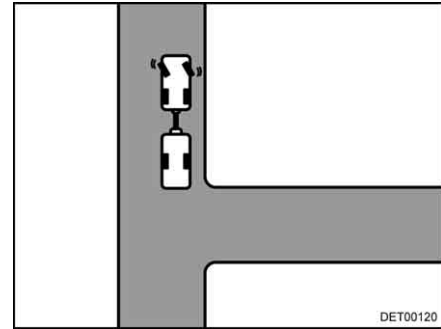

Fig. 15 Braquer à gauche
- Braquer à gauche quand l'attelage est arrêté (Fig. 15).